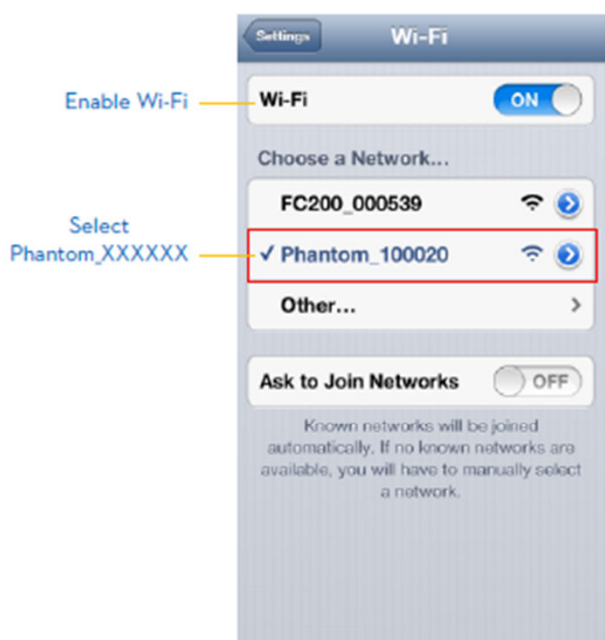

Figure 46
3. (fig 46) Abilitate il wifi , sul vostro device mobile, aspettate per circa 30 sec e quindi selezionate «Phantom XXXXXX» dalla lista delle reti wifi-